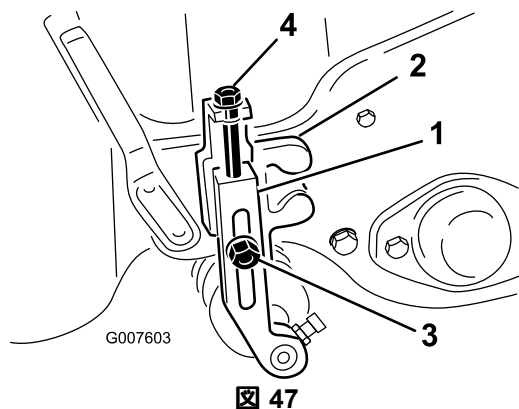

図 47
2. 刈り高アームを刈り高ブラケットに固定しているロックナットをゆるめる図 47。